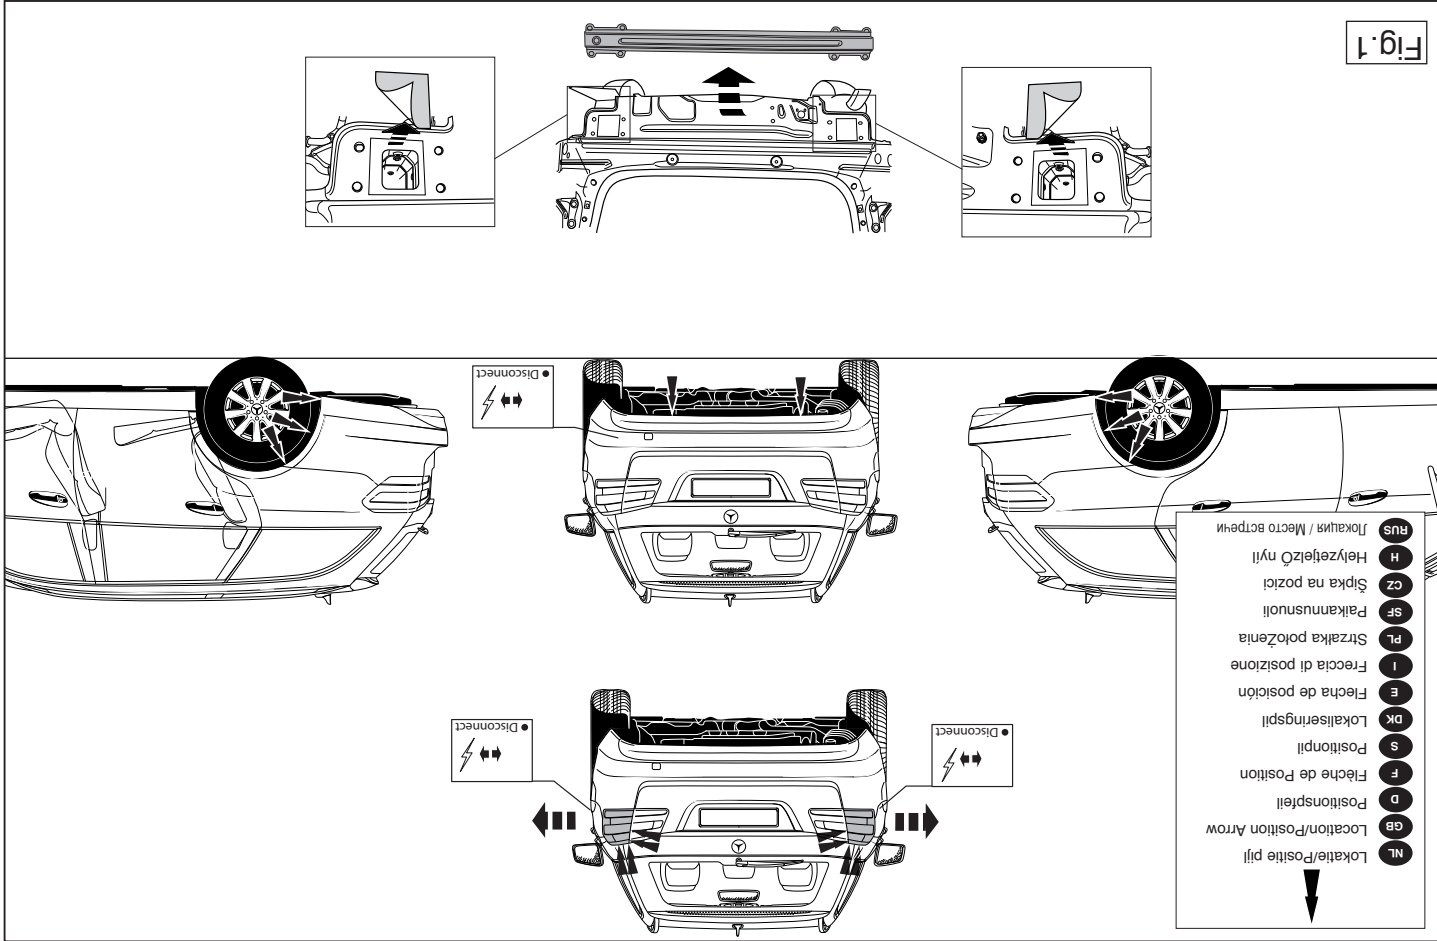

Fig. 1
2. Remove the bumper and the steel buffer beam from the vehicle. The buffer beam will no longer be needed. Remove the tape to the right and left. See figure 1.
2. Demonteer de bumper inclusief de stalen stootbalk van het voertuig, de stootbalk wordt niet meer gebruikt. Verwijder de tape links en rechts. Zie fig. 1.
2. Die Stoßstange einschließlich des stählernen Stoßbalkens vom Fahrzeug abmontieren. Der Stoßbalken wird nicht mehr benötigt. Tape links und rechts entfernen. Siehe Abbildung 1.
2. Déposer le pare-chocs du véhicule y compris la traverse en acier la traverse ne sera plus utilisée. Enlever l'adhésif à gauche et à droite. Voir la figure 1.
ver overflødig. Fjern tape til venstre og højre. Se fig.1.
- Снять бампер вместе со стальным буферным брусом автомобиля буферный брус больше не понадобится. Удалить клейкую ленту слева и справа. См. рисунок 1.